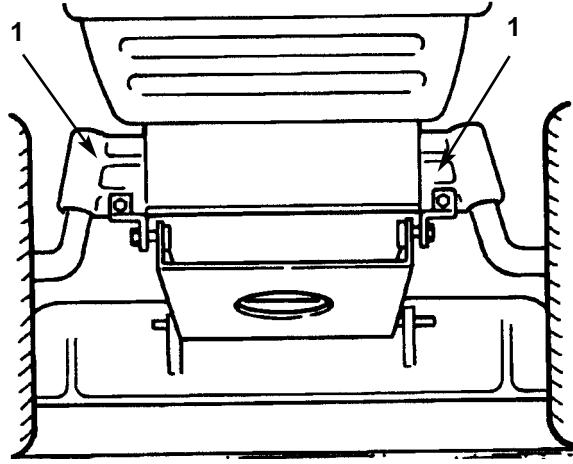

Fig. 40
7. Togliete i bulloni ed i dadi autobloccanti ed abbassate le due staffe imperniate del tosaerba dall'asse anteriore (Fig. 40).